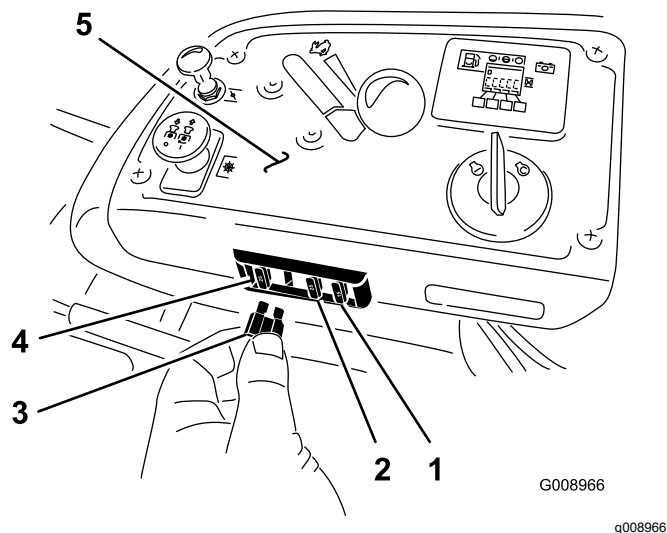

Figura 62
Los fusibles están situados en la consola, a la derecha del asiento (Figura 62).
2. Instale un fusible nuevo (Figura 62).